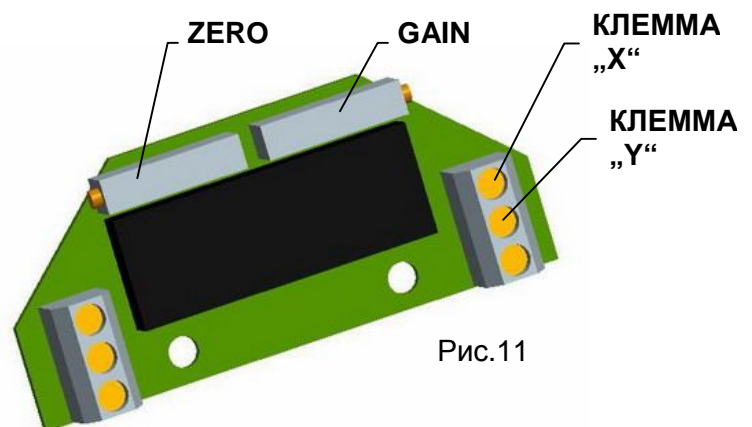

Рис.11
4.6.2 EPV - 3-проводниковое включение (рис.11)
- Установте омический датчик на основании инструкции в предыдущей главе так, что величину сопротивления измеряйте на клеммах Х-У (рис.11). *(употреблен датчик с сопротивлением 2000W или 100W)*
- Поворачиванием устанавливающего триммера ZERO (рис.11) установите
- Поворачиванием устанавливающего триммера GAIN (рис.11) установите величину выходного сигнала тока, измеряемого на клеммах 81-82, на величину 20 мА или 5 мА.